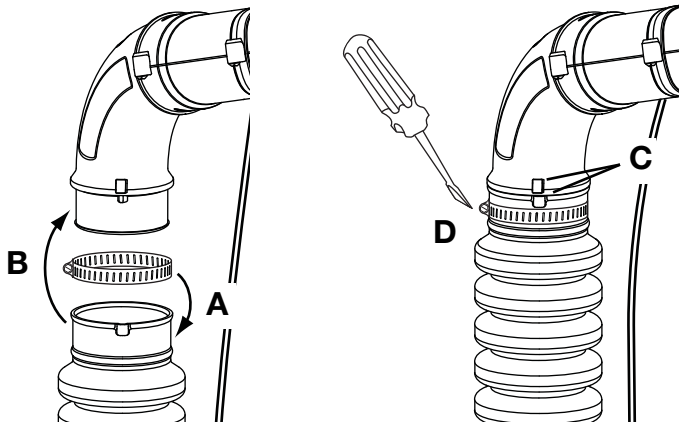

Fig. 1
1. Coloque una abrazadera de manguera sobre el extremo del tubo flexible (Fig. 1, A).
2. Deslice el extremo del tubo flexible con la abrazadera colocada sobre la boquilla de la caja de impelente (Fig. 1, B).
3. Alinee el tope del tubo flexible con el tope de la boquilla del motor (Fig. 1, C).
4. Apriete el tornillo situado en la abrazadera de la manguera para asegurar el tubo flexible a la boquilla de salida del impelente (Fig. 1, D).